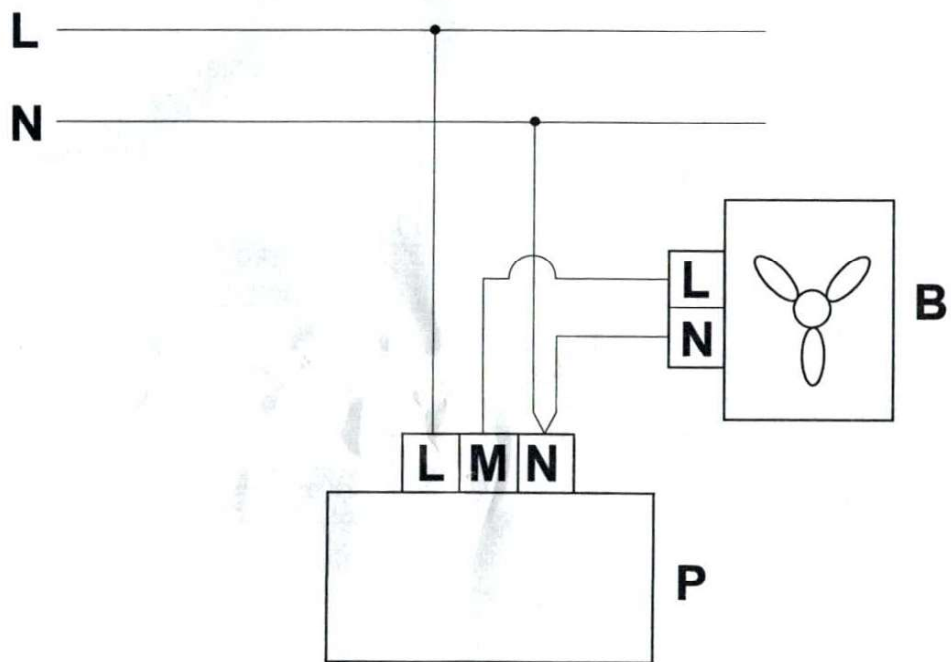

Abb. 3 Schema des Anschließens des Reglers
- der Griff des Reglers (1) abmontiert,
- die Schraubenmutter der Abdeckung (2) aufgedreht und die Abdeckung (3) abgenommen,
- die Befestigungsschrauben (4) des Montagekastens aufgedreht und der Regler (5) ausgebaut,
- die Anschlussdrähte in den Montagekasten (6) eingeführt,
- die Anschlussdrähte entsprechend des Anschlussschemas (Abb.3) und dem Aufkleber an der Klemmleiste, zum Klemmkasten, der sich an der Reglerplatte befindet, angeschlossen,